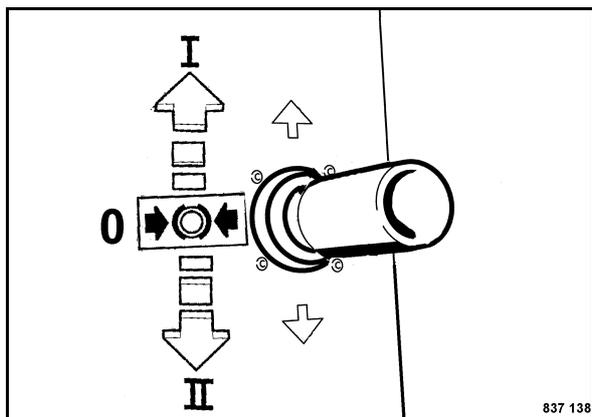

Fig. 65
- Preselezionare la direzione di marcia desiderata (Fig. 65).